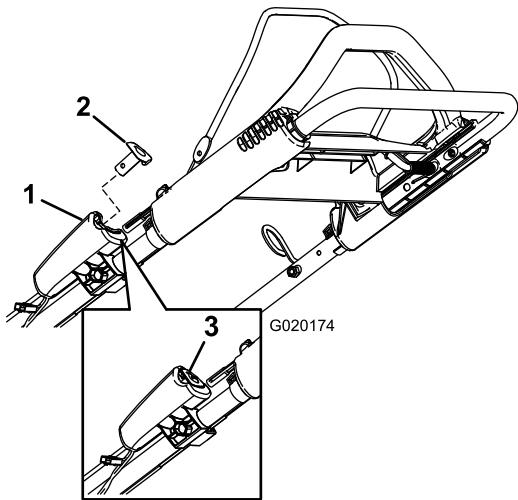

Figura 18
2. Empurre o botão de arranque elétrico até que o motor arranque (Figura 18).
**Nota:** Se o botão de arranque elétrico tiver sido removido, insira-o no arrancador elétrico; consulte Figura 18.